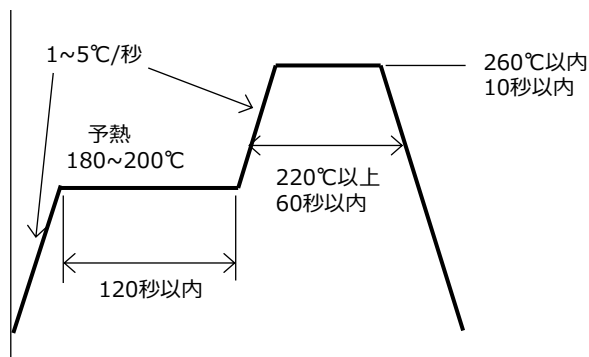

図9. リフロー推奨条件
- ①リフローによるはんだ付けは、2回までとしてください。
- ②リフロープロファイルは図9の条件を参考に、ご使用になるはんだペーストの推奨条件に合わせてください。
- ③ピーク温度からの冷却温度勾配は、急冷却を避けてください。
- ④大気リフローの場合、リフロー時の熱や雰囲気の影響により、光学的劣化を起こすことがあります。リフローに際しては、窒素リフローを推奨します。
- ⑤はんだ接合部のボイド量は、最終製品の信頼性(はんだクラック等)に影響を及ぼします。ボイド量が多い場合は、リフロープロファイルの調整によりボイド低減を図ってください。